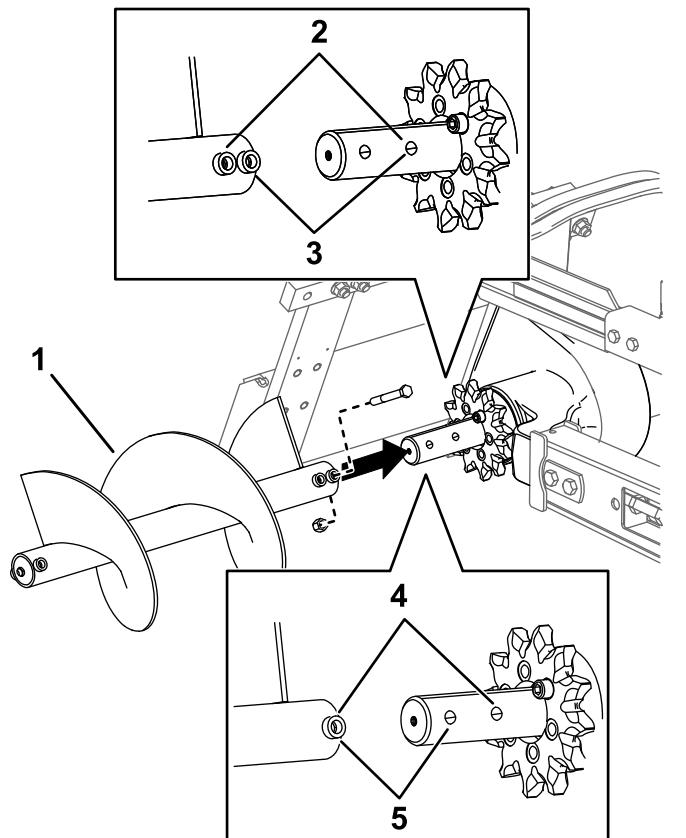

図 7
**注** この手順を実行する場合は図7を参照してください。